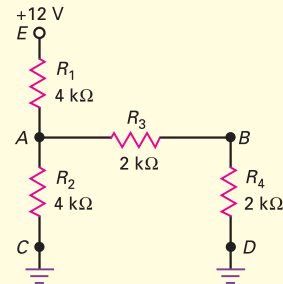

Figure 1.23 Dépannage.
- 1.35** On utilisera le tableau de la figure 1.23 pour ce dernier exercice. Les défauts sont une des résistances coupée, une des résistances court-circuitée, la masse déconnectée ou pas d'alimentation de tension. Quelle est la cause des défauts 1 à 8 ?
Pour ce chapitre, les fichiers sont intitulés **MTC01-36** à **MTC01-40** et correspondent au circuit de la figure 1.23.